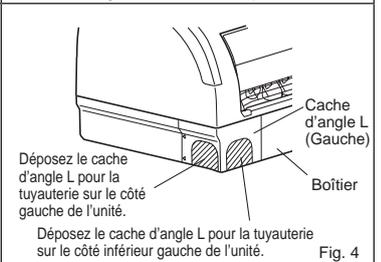
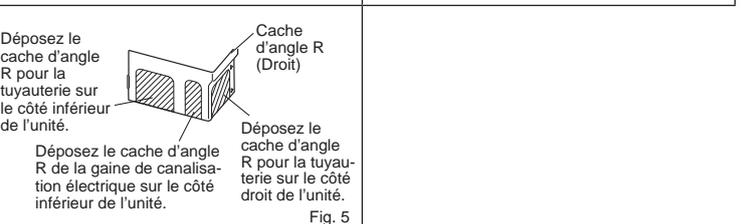

Fig. 4
Fig. 5
- Selon le sens de la tuyauterie, déposez la partie ombrée du cache d'angle L (Fig. 4) ou du cache d'angle R (Fig. 5). Reposez le boîtier électrique, le cache d'angle R et le panneau.
- Insérez le tuyau de vidange dans le manchon d'ouverture murale (C) et fixez la partie supérieure de l'unité interne sur le gabarit d'installation (1). Déplacez ensuite l'unité interne complètement vers la gauche pour faciliter le placement de la tuyauterie à l'arrière de l'unité.
- Découpez deux parties du carton d'expédition (utilisez deux des quatre parties), roulez-les, fixez-les sur la saillie arrière et utilisez-les comme entretoise pour soulever l'unité interne. (Fig. 5)
- Raccordez la conduite de réfrigérant à l'aide du tuyau télescopique (B).
- Fixez la partie inférieure de l'unité interne sur le gabarit d'installation (1).